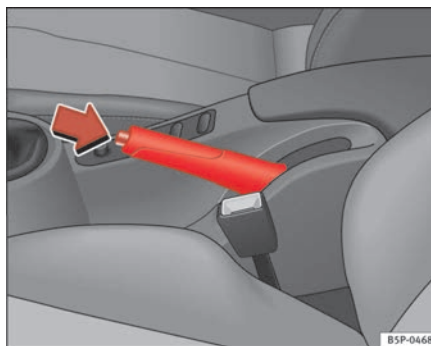

Abb. 127 Handbremse zwischen den Vordersitzen
⇒ Abb. 127.
- Ziehen Sie den Hebel etwas nach oben, drücken Sie die Entriegelungstaste in Pfeilrichtung ⇒ Abb. 127 und führen Sie den Handbremshebel ganz nach unten ⇒ .